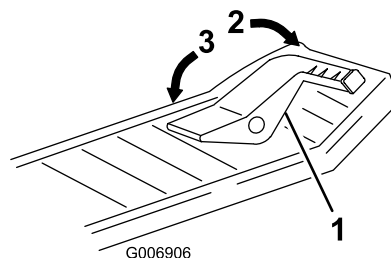

Figura 15
2. Premete lentamente con il piede la 'punta' del pedale di controllo della trazione per spostarvi in avanti, ed il 'tacco' del pedale per spostarvi indietro (Figura 15).